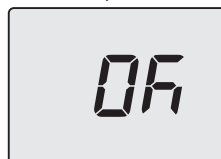

Figura 5.38
- Premendo il tasto 14 (Figura 5.32) si ottiene la conferma del valore inserito. Il display visualizzerà per 5 sec. quanto segue (Figura 5.38) poi, si porterà al livello superiore.